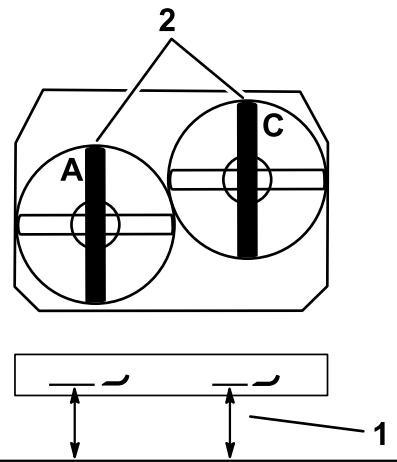

図 82
3. A位置で、平らな床面から左側のブレードの刃先までの高さを測り、測定値を記録する図 82。
4. C位置で、平らな床面から右側のブレードの刃先までの高さを測り、測定値を記録する図 82。
7. ヨークについている調整ボルトを使って、A位置およびC位置での高さが適正となるように調整する図 82。
3. C位置で、平らな床面から右側のブレードの刃先までの高さを測り、測定値を記録する図 82。